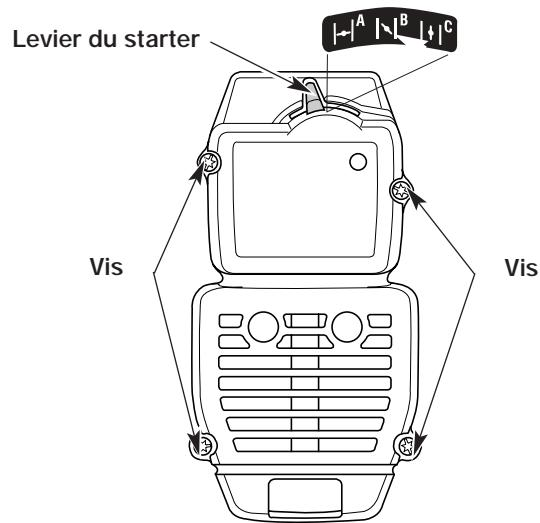

Fig. 21
- Placez le levier du starter en position intermédiaire (B).
REMARQUE : Le levier du starter doit être en position intermédiaire (B) (Fig. 21) pour que le carter du filtre à air/pot d'échappement puisse être enlevé.
- Enlevez les quatre (4) vis retenant le carter du filtre à air/pot d'échappement (Fig. 21). Utilisez un tournevis à lame plate ou à embout Torx n°T20.
REMARQUE: Le levier du starter doit être en position intermédiaire (B) (Fig. 21) pour que le carter du filtre à air/pot d'échappement puisse être remis en place.
- Insérez les quatre (4) vis dans les orifices du carter du filtre à air/pot d'échappement (Fig. 21) et serrez-les. Utilisez un tournevis à lame plate ou à embout Torx n°T20. Ne serrez pas trop. Ne forcez pas.